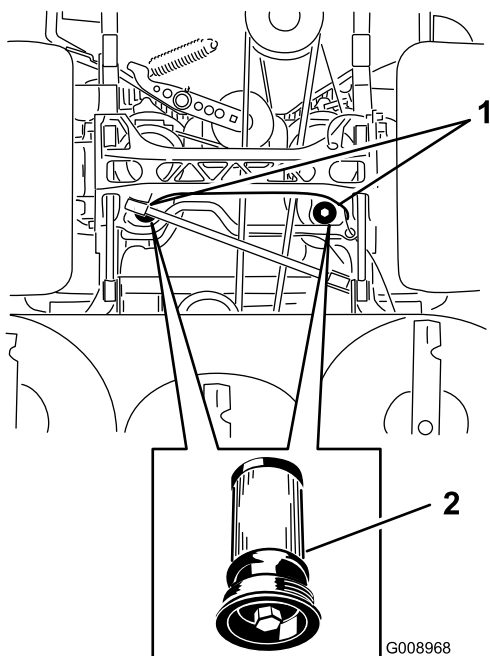

Figure 103
5. Placez un bac de vidange sous le filtre, retirez le filtre usagé et essuyez la surface (Figure 103).
6. Appliquez une fine couche de liquide hydraulique sur le joint en caoutchouc du filtre de rechange (Figure 103).